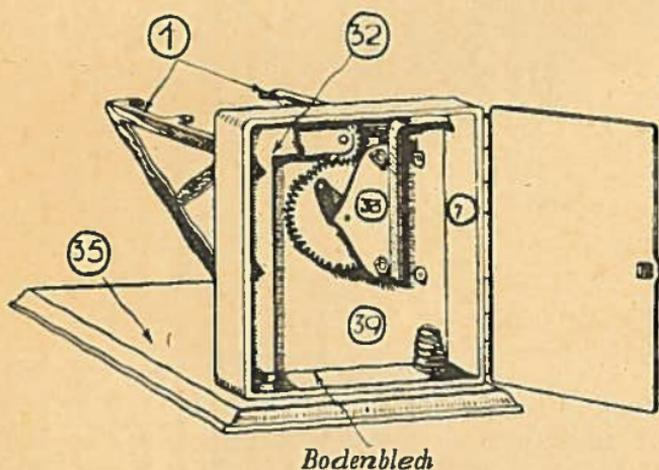

Bild 3. Motorsockel
das rückwärtige Lager für die Welle des kleinen Stirnrades (21) bildet. Diese Schiene wird mit einer Schraube (man wählt in diesem Falle eine etwas längere), die durch das vierte noch freie Loch des Batteriekastens geführt wird, und mit einer Mutter am Sockel befestigt (siehe Bild 3).
Wir nehmen den Zylinderblock mitsamt der Ölwanne und dem Getriebe, halten die beiden großen Teile fest zusammen und setzen diesen ganzen Motor- und Getriebeblock auf die roten Eisen-träger (1) (siehe Bild 3), die mit dem Batteriekasten (7) auf dem Sockel (35) befestigt sind. Beim Aufsetzen des Motorblocks muß man darauf achten, daß die aus dem Batteriekasten (7) herausragende Welle des kleinen Stirnrades (21) in den Gelenkteil (29) und in die Hohlwelle der Kupplungsscheibe (23) eingeschoben wird. Wenn diese beiden Teile richtig ineinandergeschoben sind, dann müssen sich jetzt die je vier Lagerarme des Zylinderblocks (15) und der Ölwanne (5) mit den vier Ansätzen der beiden Träger (1) decken. Man befestigt den Motor durch Einschrauben von vier Schrauben an diesen Stellen (Muttern nicht notwendig).
folgendermaßen vor: Man schiebt die Handkurbel (28) auf das Kurbelwellenende auf und dreht die Kurbelwelle im Sinne des Uhrzeigers, bis daß der Kolben im ersten Zylinder an seinem oberen Totpunkt (höchster Punkt) steht und gleichzeitig beide Ventile dieses Zylinders geschlossen sind. Nun öffnet man die Tür des Batteriekastens (7), so daß man das Verteiler-Stirnrad sieht (siehe Bild 3). Während man mit der Handkurbel die Kurbelwelle des Motors festhält, kann man, da das Batterie-Kontaktblech (33) lose ist, das Verteiler-Zahnrad (39) frei drehen, nachdem es aus dem Eingriff herausgenommen ist.